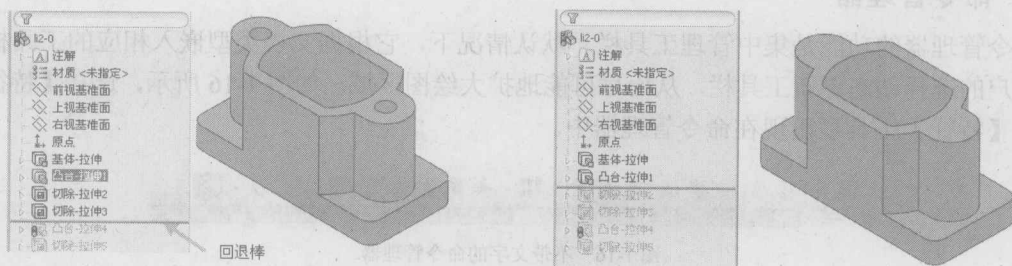

图 1-18 回退棒应用
- 控制或查看建模过程。通过使用回退棒,可以将模型退回到任意一个生成位置上。回退棒的使用方法是按住鼠标左键拖曳。图 1-18 所示为回退棒处于不同位置时所生成的模型。